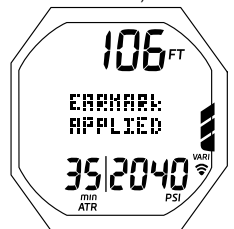

Abb. 108C - GAUG TAUCH HAUPT (für 3 Sekunden angezeigt)
- M (< 2 Sek.) - um bei der derzeitigen PCI-Datenaufzeichnung per Schnappschuss eine Markierung hinzuzufügen. Die Grafiken EARMARK APPLIED werden anstelle des Timers und EDT für 3 Sekunden angezeigt (Abb. 108C).